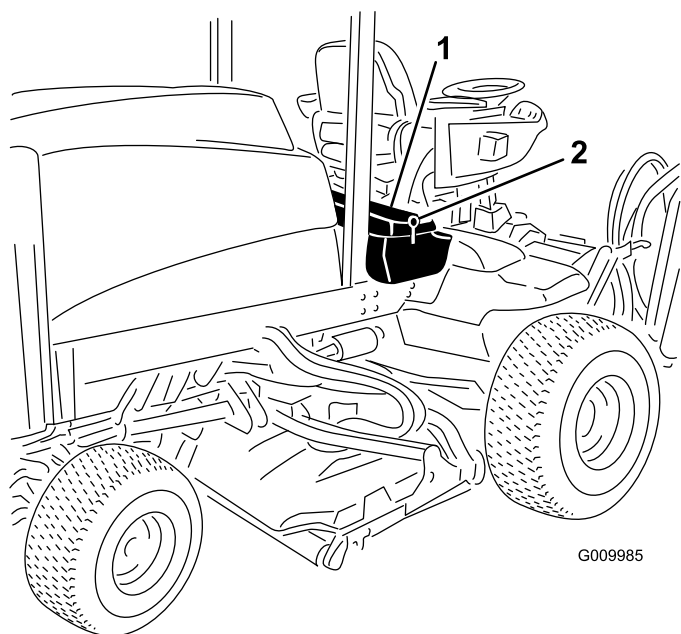
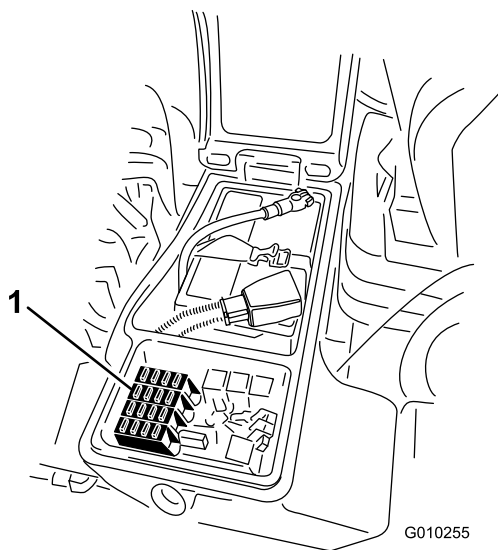

図 95
図 96
1. 右側の物入れのカバーのラッチを外してベルトカバーを外し 図 95、ヒューズブロックを露出させる 図 96。
2. 必要に応じてヒューズを交換する 図 96。
3. 右側の物入れのカバーを閉じてラッチで固定する 図 95。